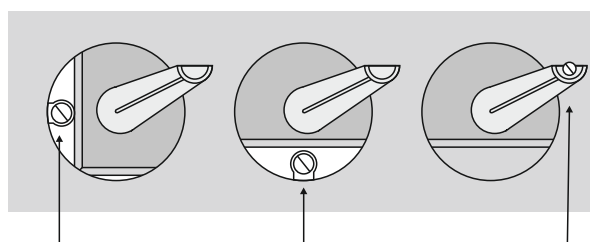

Рис. 7
- Регулировочный винт может быть расположен по центру главной оси газового крана или на его корпусе, слева от главной оси или под ней (см. рис. 7).